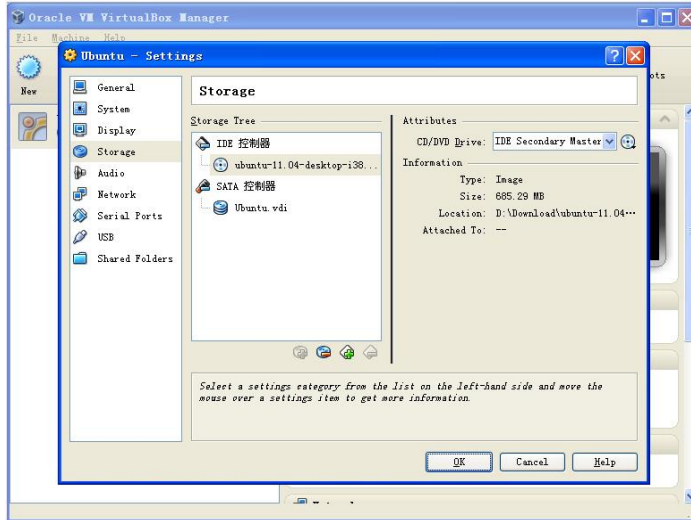

图13 选中 ISO 映像
- 11) 重新启动后就可以使用 Ubuntu 系统了。通常在重新启动 Ubuntu 系统后 VirtualBox 会自动弹出图 13 中载入的映像文件，如果没有自动弹出，您可以在